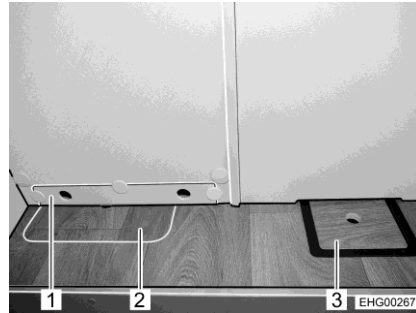

Fig. 141 Accesso al serbatoio delle acque grigie nel garage di coda
- Rimuovere il diaframma (Fig. 141,1).
- Aprire lo sportello del pavimento per serbatoio delle acque grigie (Fig. 141,2)
- Aprire lo sportello del pavimento per il rubinetto di scarico (Fig. 141,3).
- Chiudere lo sportello del pavimento per il rubinetto di scarico (Fig. 141,3).
- Chiudere lo sportello del pavimento per serbatoio delle acque grigie (Fig. 141,2).
- Installare nuovamente il diaframma (Fig. 141,1).